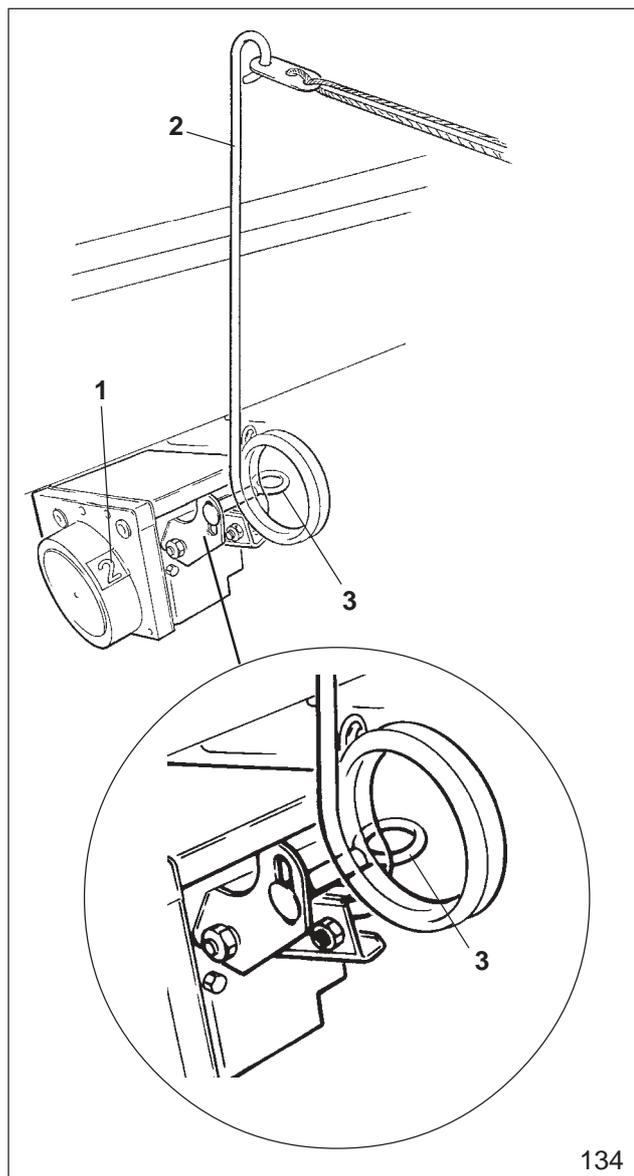

Fig. 18.8
Vor Arbeitsbeginn ist der Schaltkasten auf die richtige Zahl (Fig. 18.8/1) einzustellen. Auf der nächsten Seite finden Sie Beispiele zum Anlegen von Fahrgassen. Die Spalten "A" bis "D" beinhalten:
Gehen Sie in Spalte "C" auf die Schaltung Ihres Schaltkastens und stellen Sie die erste Zahl in Spalte "D" unterhalb von "START" im Sichtfenster des Schaltkastens ein. Ziehen Sie so oft am Bedienungshebel (Fig. 18.8/2), bis die richtige Zahl im Sichtfenster des Schaltkastens erscheint. Sie können den Bedienungshebel aus der Schlepperkabine heraus betätigen, wenn Sie das am Bedienungshebel befestigte Seil in die Schlepperkabine führen.
- Klemmschraube (Fig. 18.8/3) im Langloch so weit nach unten schieben, bis das Schalten am Bedienungshebel (Fig. 18.8/2) nicht mehr möglich ist. Die zuvor gelöste Klemmschraube (Fig. 18.8/3) nach erfolgter Einstellung wieder fest anziehen.
Ist die Särad-Fahrgassenschaltung abgeschaltet, darf die Zahl (Fig. 18.8/1) im Schaltkasten nicht auf "0" stehen, da sonst ständig Fahrgassen angelegt werden.